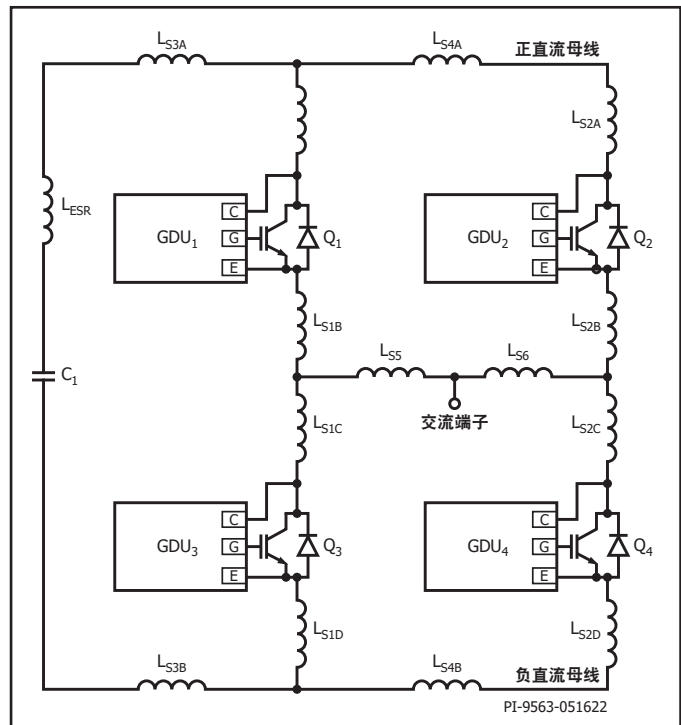

图 3. 存在杂散电感的半桥拓扑
- 涉及并联IGBT模块的变换器结构应尽可能对称特别是，每个并联的IGBT模块的直流母线杂散电感应当相同 ($L_{S1X} \approx L_{S2X}$, $L_{S5} \approx L_{S6}$ - 参见图3)。